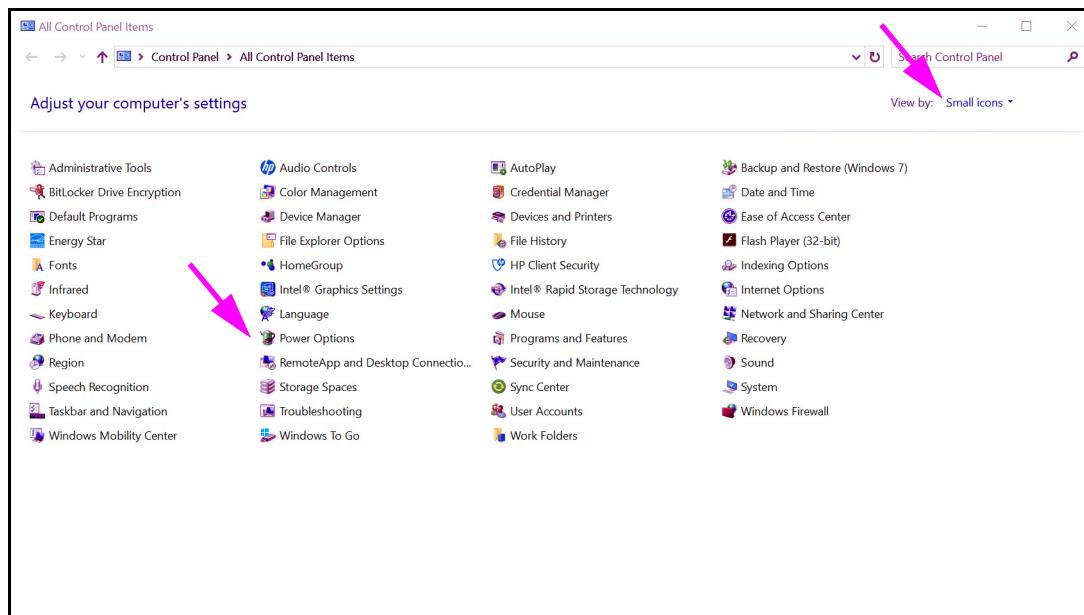

Figura 2-24. Janela All Control Panel Items (Todos os itens do painel de controlo)
2. Selecione **Windows System (Sistema do Windows) > Control Panel (Painel de controlo)**. Se a visualização estiver definida para **Small Icons** (Ícones pequenos), a janela All Control Panel Items (Todos os itens do painel de controlo) aparece conforme apresentada na figura 2-24. Clique em **Power Options (Opções de Energia)**.